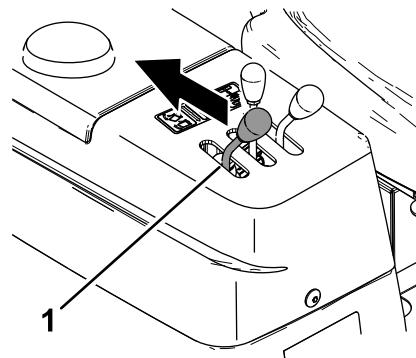

Figure 50
1. Demandez à une autre personne de tirer le levier de vidage en arrière et de le maintenir dans cette position (Figure 50).